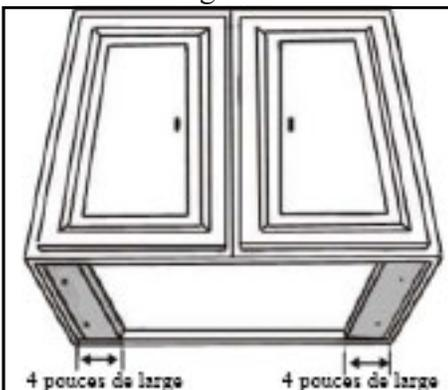

Figure 1
- Pour installer encastré sous les armoires, fixez des bandes de remplissage de bois de 4 pouces de largeur (non fournies) sur chaque côté. Se référer à la Figure 1.